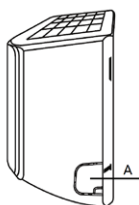

Fig. 14 -
1. Maak het voorgestane plaatje (A-"Fig. 14 -") los op de plaats die overeenkomt met de gewenste richting.